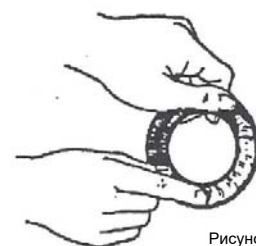

Рисунок 1
2. Полностью покройте каждое кольцо обычной набивки полужидкой набивкой (или любым герметиком «LIQUID-O-RING», например 404). (Рис. 1)